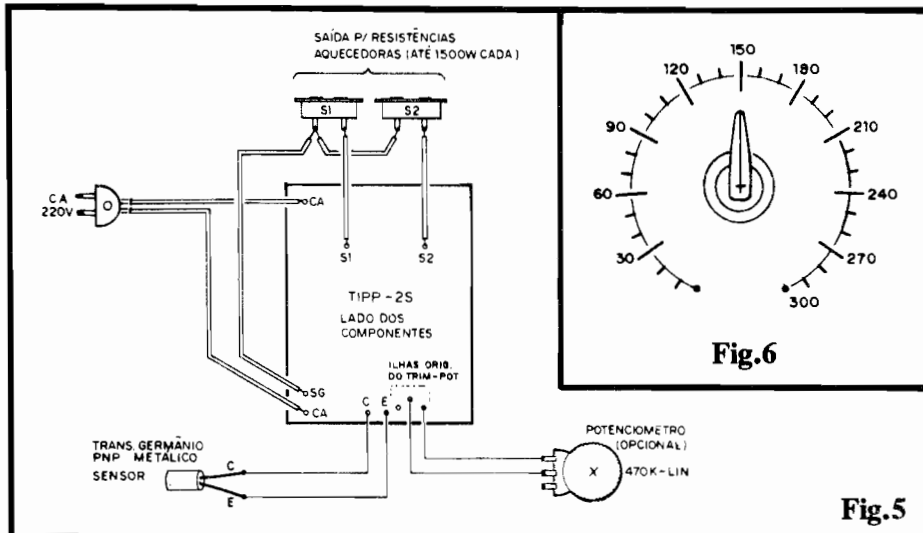

Fig. 5
ginal do TIPP-2S...), porém é possível simplesmente substituir tal componente por um potenciômetro externo à placa, ligado a ela através de fios isolados, no necessário comprimento (ver próxima figura...). Notar que algumas ilhas/furos, embora codificadas, estão "livres" no diagrama... Destinam-se tais pontos às conexões externas, detalhadas na fig. 5...
- FIG. 5 - CONEXÕES EXTERNAS À PLACA - As ligações externas à